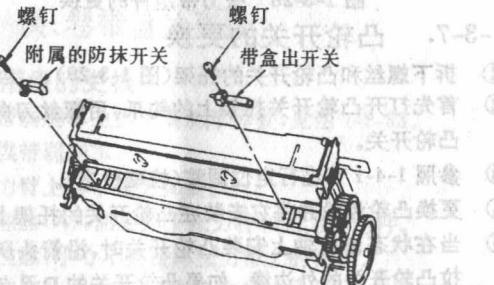

图 1-3-7 带盒出开关及附属的防抹开关的更换
- ① 从主机座上拆下带盒仓组件。
- ② 将带盒仓组件有门的一面朝上，见图 1-3-7。
- ③ 用电烙铁焊掉开关上接线端的引线。
- ④ 拆下开关的紧固螺丝。
- ⑤ 当安装新的开关时按照与上述相反的步骤进行。